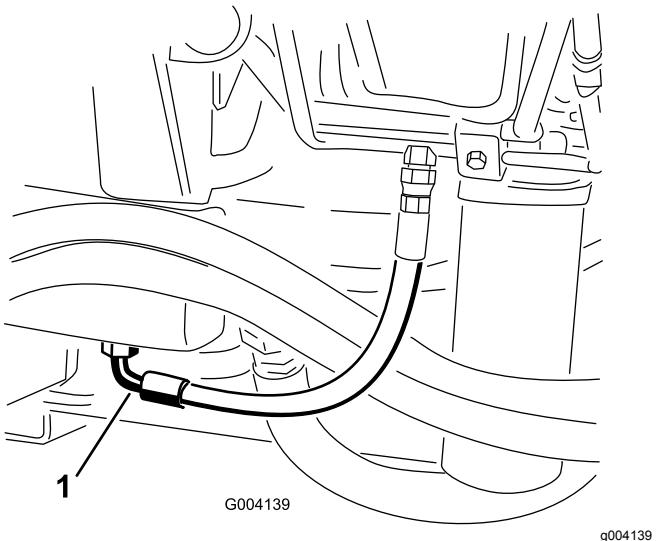

Figura 75
- Collocate una bacinella di grandi dimensioni sotto il raccordo previsto sulla base del serbatoio del fluido idraulico (Figura 75).